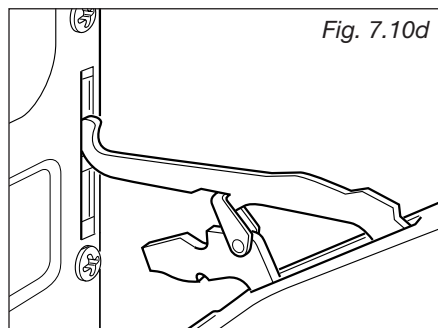

Fig. 7.10d
- Extraire également la baïonnette supérieure des charnières de son emplacement (fig. 7.10D).